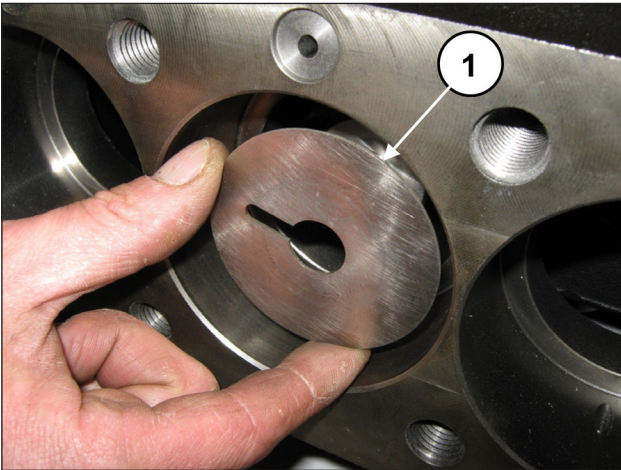

Fig. 171
Dégager les anneaux de protection contre les éclaboussures des guides des pistons (rep. ①, Fig. 171).